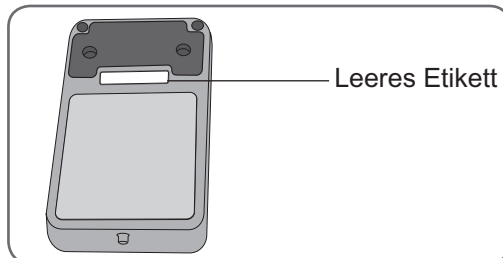

Abbildung 9-4: Etikett auf der RF-Stimulationseinheit für die System-ID-Nummer
4. Suchen Sie die System-ID-Nummer auf der Tragetasche des NESS L300-Systems (z. B. A334). Schreiben Sie die Nummer auf das leere Etikett auf der Rückseite der neuen RF-Stimulationseinheit. (Siehe Abbildung 9-4.) Diese Nummer gibt an, bei welchem NESS L300-System die neue RF-Stimulationseinheit registriert ist.